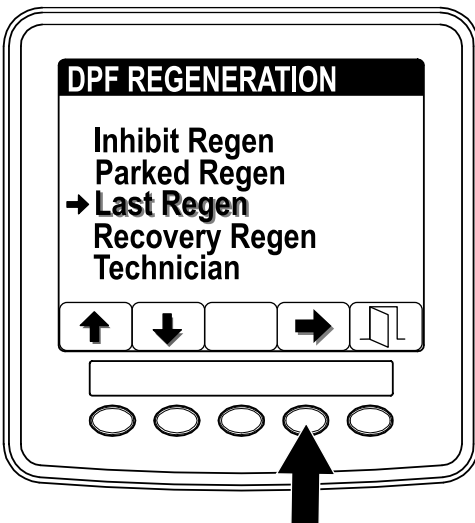

Figura 36
1. Acceda al menú DPF Regeneration (Regeneración de DPF) y pulse los botones 1 o 2 para desplazarse hacia abajo, hasta la opción LAST REGENERATION (Última regeneración) (Figura 36).
2. Pulse el botón 4 para seleccionar la opción Last Regeneration (Última regeneración) (Figura 36).